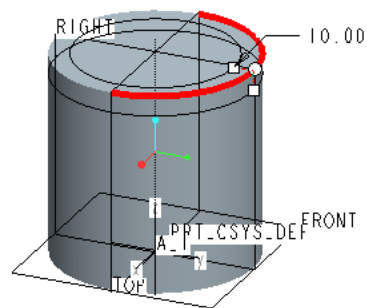
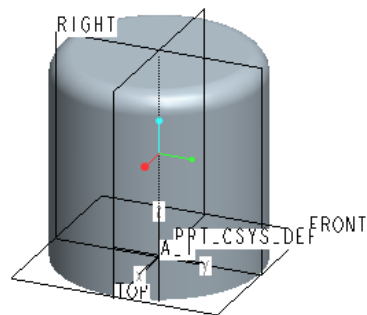

図 13-59 ラウンドエッジ
図 13-60 フィーチャー完了後
- 「ラウンドエッジツール」を使用し、図 13-59、図 13-60 に示すように円筒上部に R=10mm の丸みを付ける。